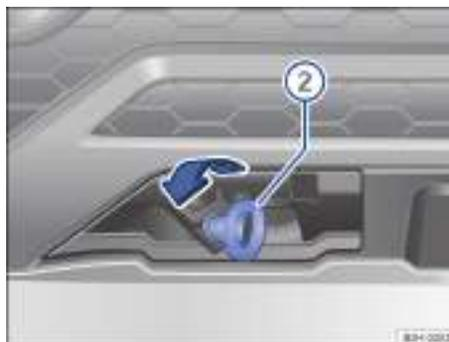

Fig. 169 En el lado derecho del paragolpes delantero: enroscar el gancho para remolque.
- Enrosque el gancho para remolque en el alojamiento girándolo al máximo **en el sentido contrario al de las agujas del reloj** → fig. 169 ②.
- Utilice un objeto adecuado con el que pueda enroscar completa y fijamente el gancho para remolque en su alojamiento → ①.